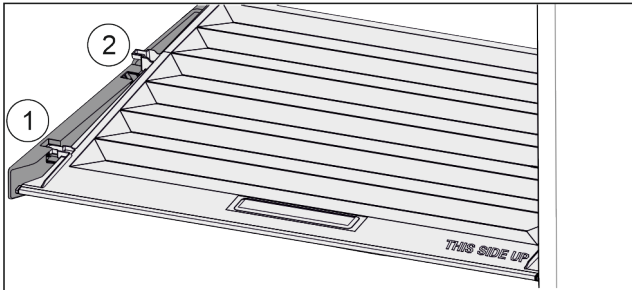

Fig. 150
- ▶ Издърпайте напред Fig. 150 (1) капака до отвора в задържащите части.
- ▶ Повдигнете го отзад отдолу и отстранете Fig. 150 (2) нагоре.